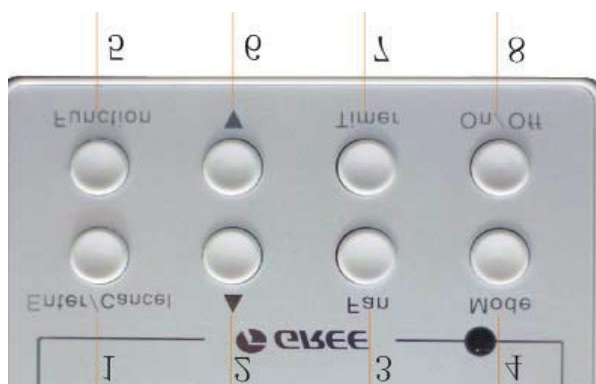

Рис. 5.3
5.1.2 Кнопочная панель пульта (рис. 5.3).